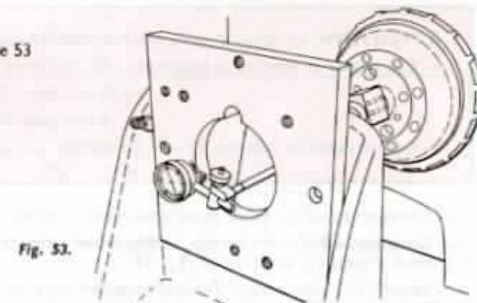

Fig. 53.
- 0,25 mm MAXI en hauteur } figure 53